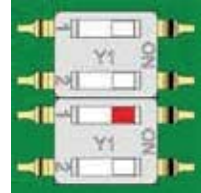

Fig. 4 : Fonctionnement avec 2 fils
- ☒ Faites glisser le commutateur miniature 1 inférieure en position ON (Fig. 4).